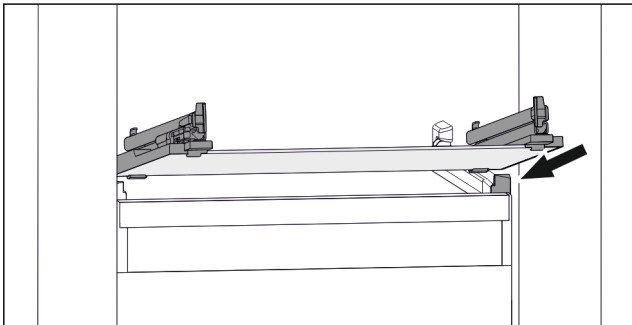

Fig. 66 Приблизне відображення скляної пластини
- ▶ Встановити скляну пластину за стопорами навкосою. (див. Fig. 66)